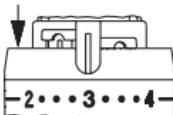

Abb. 9
2. Die beiden Elemente aus der „Parkposition“ herausschieben und in die Position rechts und links von der Einstellmarke einstecken (Abb. 9).